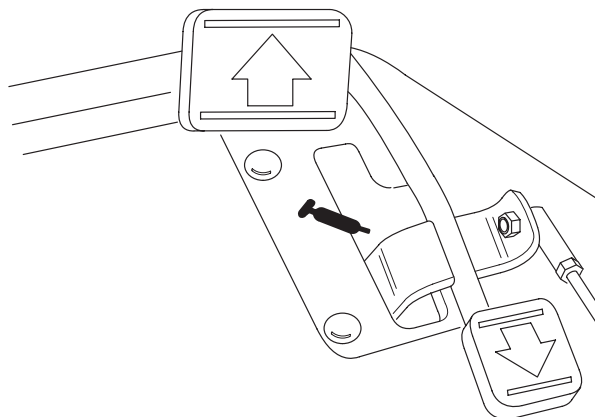

Figure 43
- Pivot de pédale de déplacement (1) (Fig. 43)